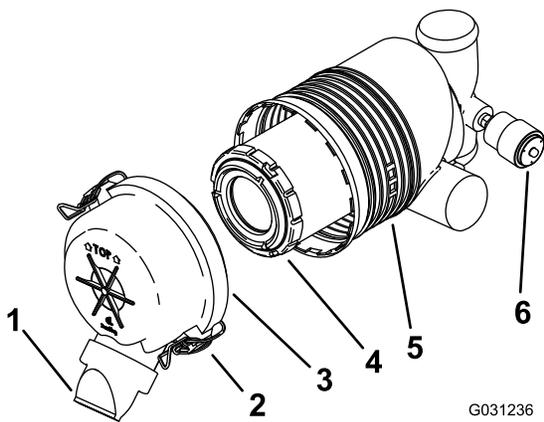

Рисунок 44
**Внимание:** Обслуживание фильтра воздухоочистителя следует производить только тогда, когда индикатор сервисного обслуживания загорится красным (Рисунок 44). Замена воздушного фильтра без необходимости увеличивает вероятность попадания грязи в двигатель при извлечении фильтра.
4. Освободите защелки воздухоочистителя и отделите крышку от корпуса воздухоочистителя (Рисунок 44).
1. Осторожно извлеките фильтр из корпуса воздухоочистителя (Рисунок 44).
4. Осторожно установите фильтр (Рисунок 44).
5. Установите крышку воздухоочистителя таким образом, чтобы сторона, обозначенная как TOP (ВЕРХ), была обращена вверх; и закрепите защелки (Рисунок 44).